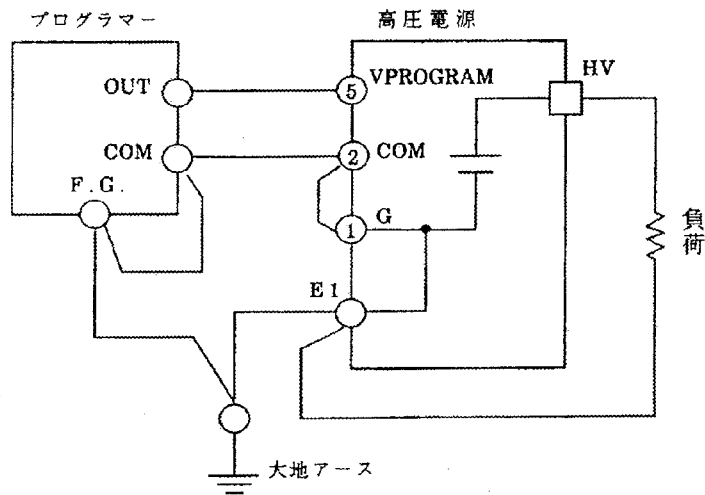

図2-14 グラスマン社製 高圧電源との接続
サージ電圧から本機の出力部を保護する為に、図2-14のように配線してください。
- 図2-14のように配線を行ってください。